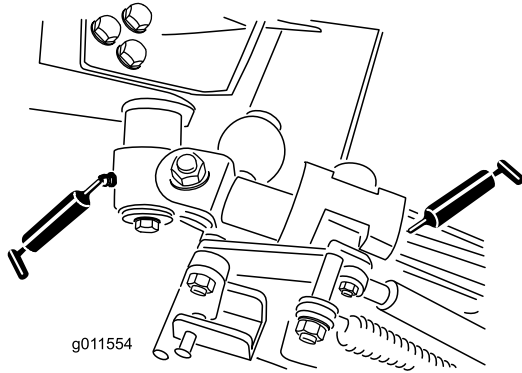

Figura 44
- Dois casquilhos da articulação da alavanca (Figura 44)
- Quatro casquilhos do braço traseiro (Figura 44)